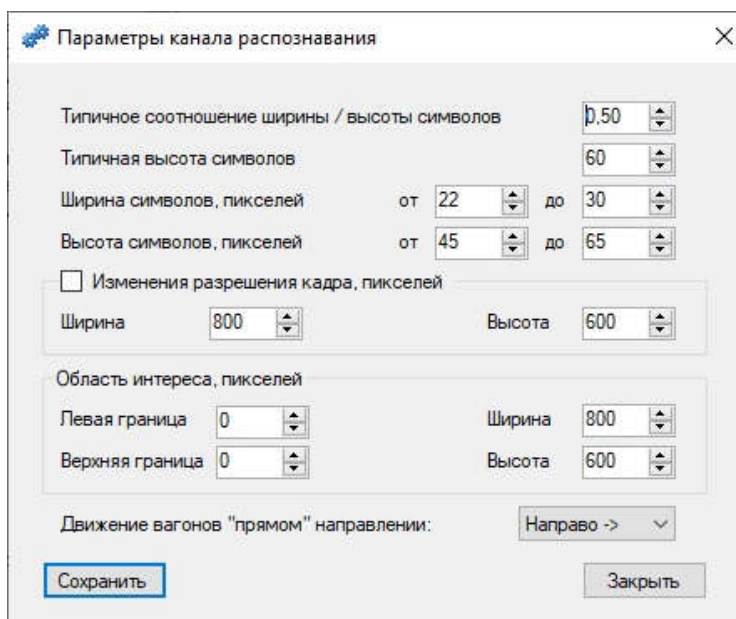

Рисунок 33 – Параметры канала распознавания
- 7) Для выбора параметров канала распознавания нажмите на кнопку , расположенную напротив названия канала распознавания, для которого необходимо провести настройку параметров. В результате откроется окно, показанное на рисунке Рисунок 33.
- 11) Для выбора параметров канала распознавания нажмите на кнопку , расположенную напротив имени канала распознавания, для которого необходимо провести настройку параметров. В результате откроется окно, показанное на рисунке Рисунок 33.